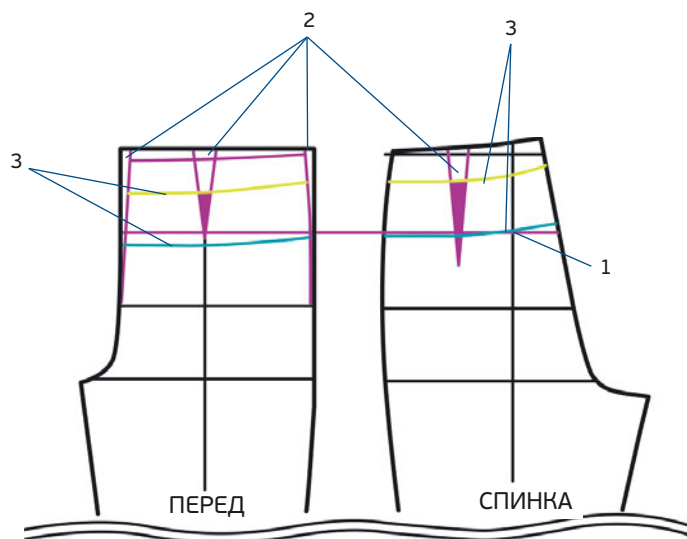

РИС. 1
Начертите базовую выкройку брюк по заданным меркам с желаемыми прибавками. Затем следуйте указаниям к рис. 1.
3. Начертите линию занижения в желаемом месте. На рис. 1 представлены две возможные линии среза: